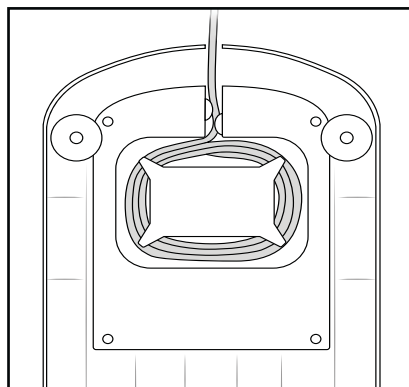

Fig. 6
- Vikl ledningen omkring kabelopviklingen **18** (fig. 6).